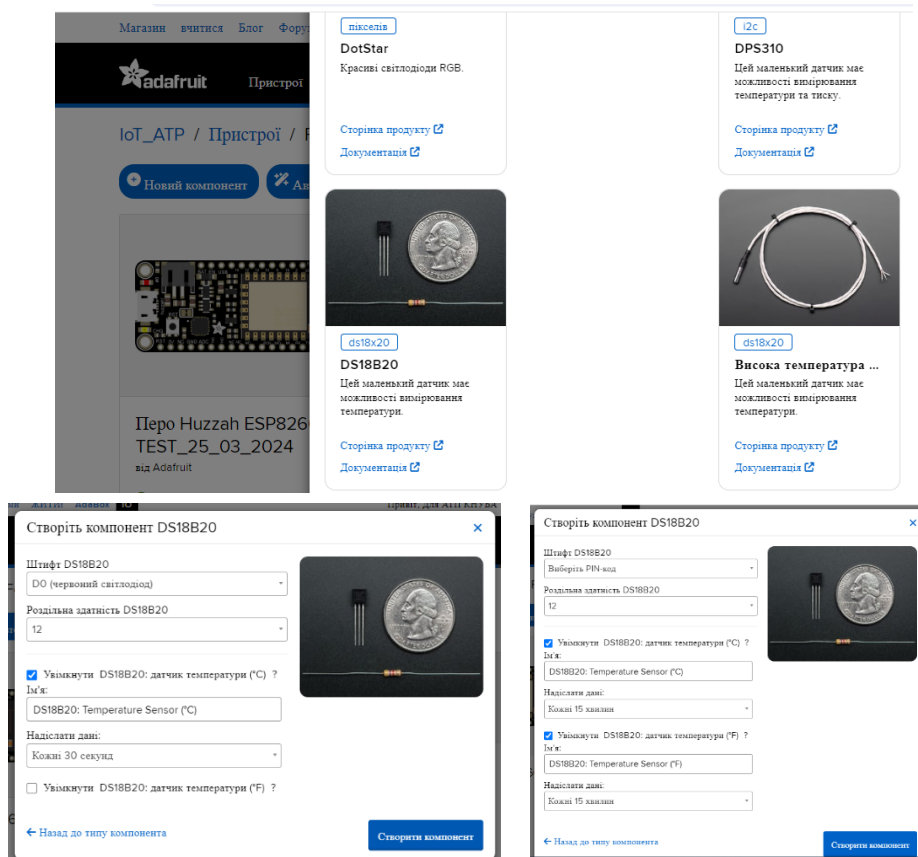

Рис. 6. Вікно створення компонента
8. У вікні створення компоненту (рис. 6) налаштовуємо DS18B20: